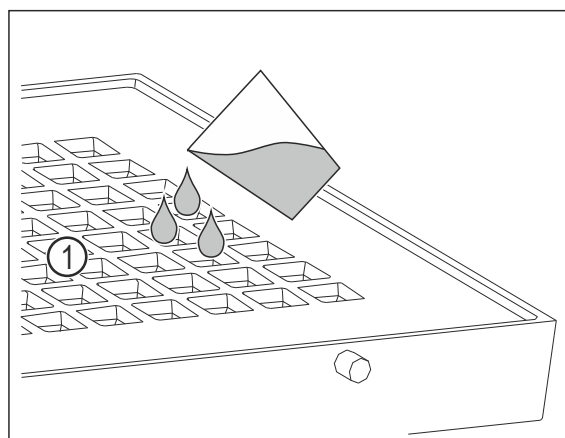

Fig. 96
- Riempire un massimo di 400 ml di acqua attraverso i fori Fig. 96 (1) nella copertura.